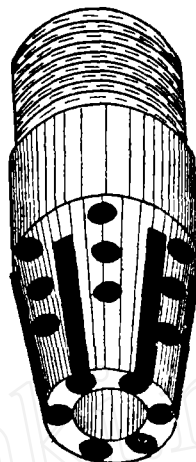

图11
9. 铰锥切铁钻头 (图 11) 也叫“炮弹”钻头。在处理事故时, 如钻杆已被反上, 但岩心管上部有落物, 不易劈开或切灭, 矢锥也难打捞, 可先用此钻头铰灭落物再进行下一步处理。若用于铰灭岩心管, 其前锥可不镶合金。